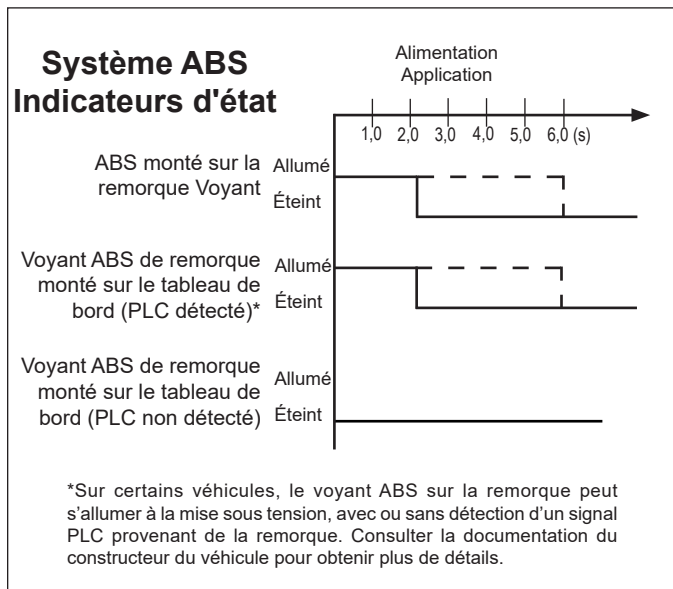

Figure 9 – Séquence de mise sous tension du voyant ABS de la remorque
À la mise sous tension et en l'absence de codes d'anomalies (DTC) détectés, le voyant ABS de la remorque s'allume pendant deux (2) à six (6) secondes environ pour vérification de l'ampoule, puis s'éteint. Voir figure 9.